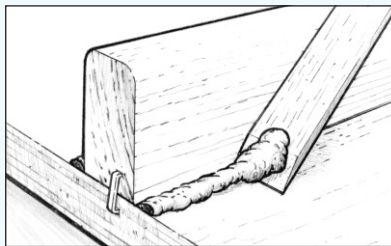

Figura 12 Retire o dé forma al exceso de epoxi que rezuma de la unión.
4. Retire o dé forma al exceso de adhesivo que rezuma de la unión tan pronto como haya afianzado la unión con las mordazas o abrazaderas. Un bastón mezclador 804 de WEST SYSTEM con un extremo lijado en forma de punta de formón es una herramienta ideal para eliminar el exceso (*Figura 12*). Deje que la unión se cure completamente antes de quitar los dispositivos de sujeción.